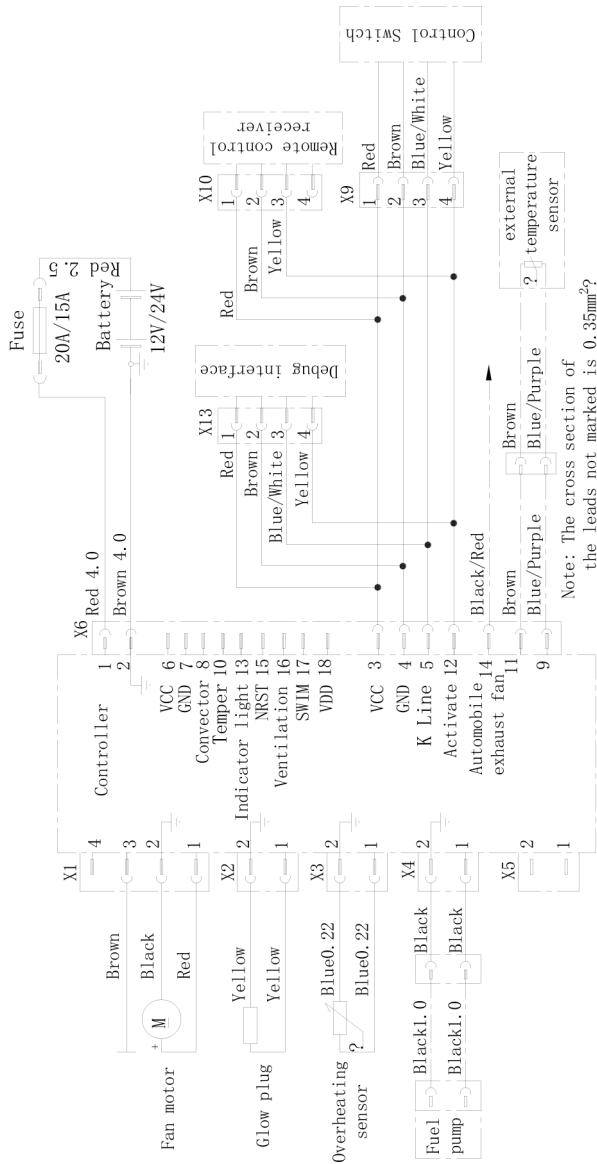
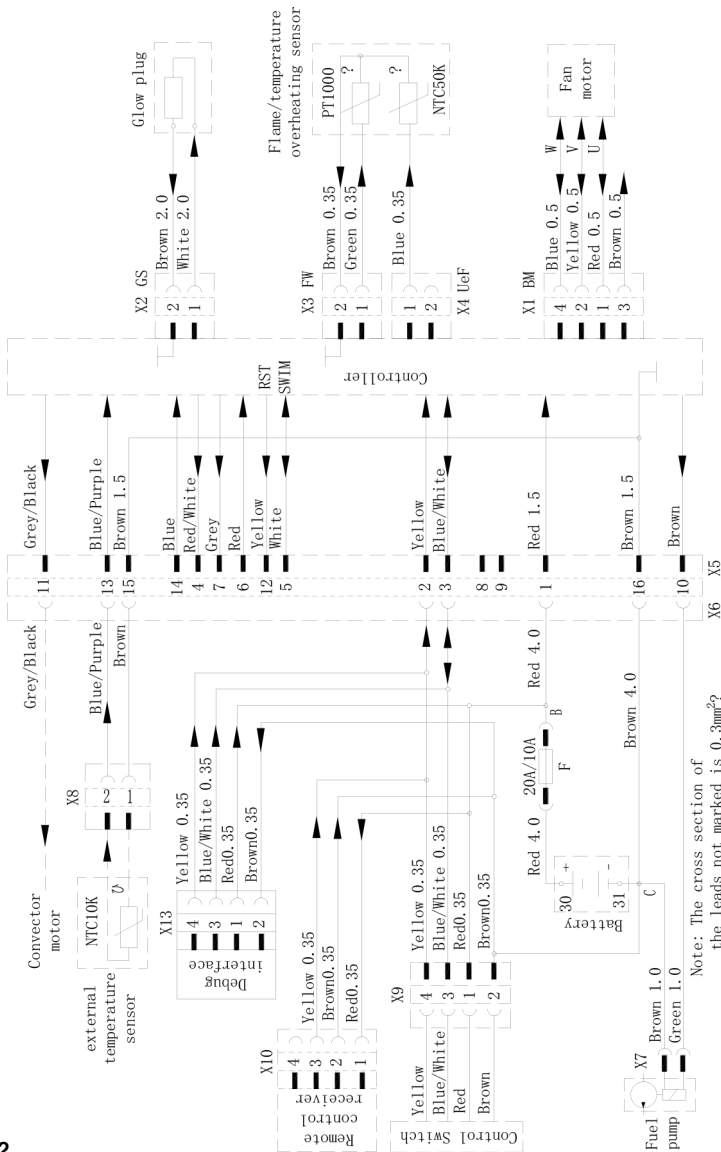

Fig. 41
Fig. 42
- ☐ Die elektrischen Anschlußpläne für die Heizgeräte finden Sie in Fig. 41 S. 52 und Fig. 42 S.53